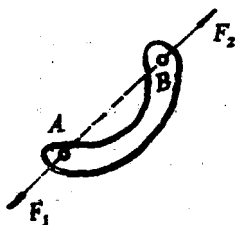

图 1-8 二力杆
(1)二力平衡定理 当物体上只作用有两个外力而处于平衡时,这两个外力一定是大小相等,方向相反,作用线重合。工程上的构件,其几何形状虽然有多种,但只要该构件是在二力作用下处于平衡,我们就称它为“二力杆”(图 1-8)。根据二力平衡的条件可以断定:二力杆上的两个外力,其力作用线必与二力作用点的连线重合,而与二力杆的实际几何形状无关。